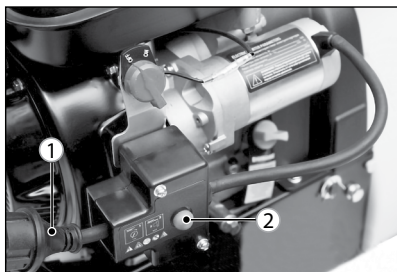

Рис. 15
8. При использовании электростартера подключите сетевой удлинитель, предназначенный для питания садового электроинструмента и рассчитанный на напряжение 230 В, к штепсельной вилке стартера 1 (рис. 15).
9. Нажмите кнопку электростартера 2 и удерживайте ее в течение 3-5 секунд. Произойдет прокручивание вала двигателя и его запуск. Как только двигатель запустился, незамедлительно отпустите кнопку включения электростартера и отсоедините электрический удлинитель от штепсельной вилки снегоуборщика. Если двигатель не запустился, сделайте перерыв в течение 15-20 секунд и повторите попытку (рис. 15).